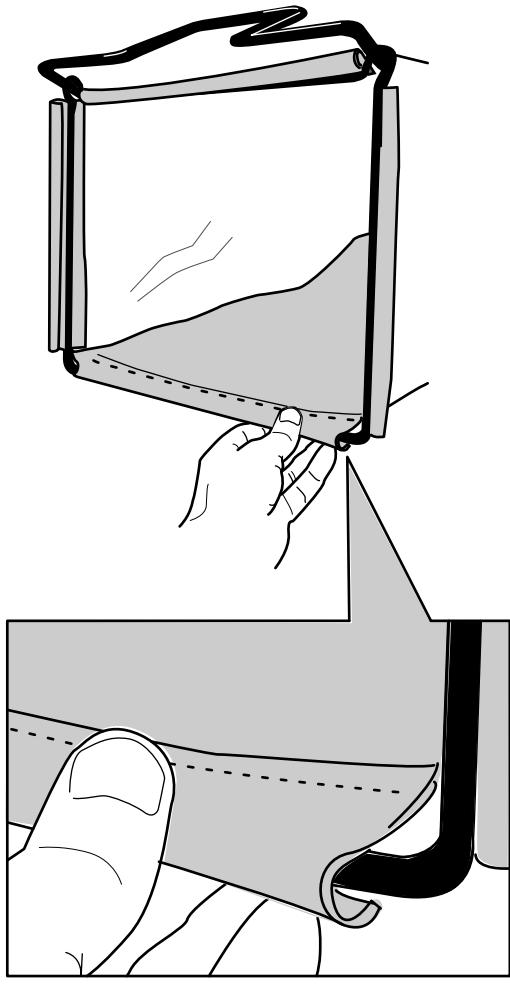

Figuur 11
- Schuif de grasvanger over het frame; zie Figuur 11.
Opmerking: Schuif de grasvanger niet over de handgreep (Figuur 11).